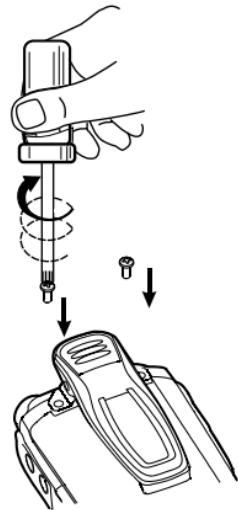

图7
- ① 拧松主机皮带夹螺钉，固定皮带夹于主机后，然后将皮带夹螺钉孔对准对讲机铝壳螺钉孔并顺时针将其用皮带夹螺钉锁紧。（如图7所示）